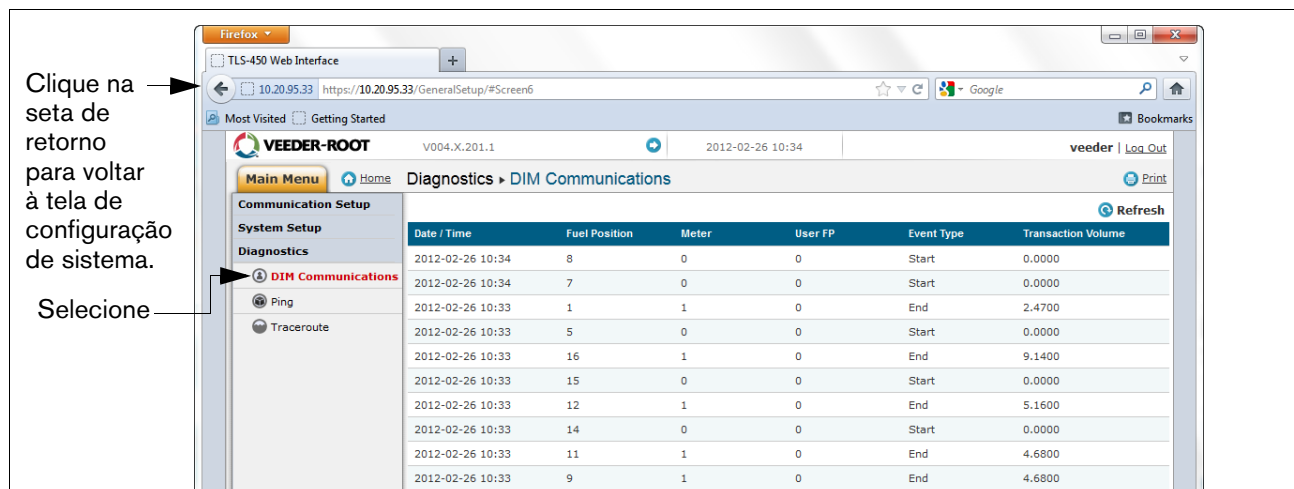

Figura B-10. Verificação de comunicações DIM
12. Na página “Diagnóstico” (em baixo, à esquerda, na figura a seguir), clique em “Comunicações DIM” para confirmar que as comunicações DIM tenham sido salvas, com sucesso, no registrador de dados. Todas as transações que ocorrem após a configuração do registrador de dados serão exibidas na tela (ver exemplo na Figura B-10).